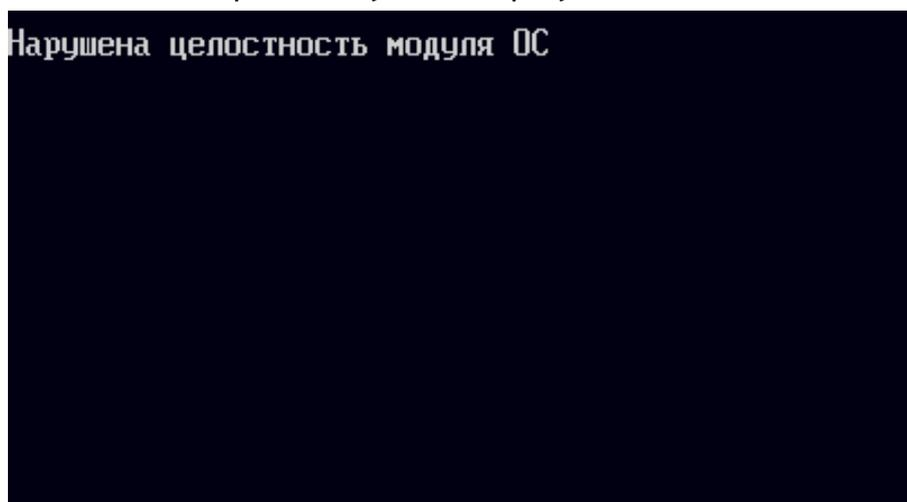

Рисунок 118 – Сообщение о нарушении целостности модуля ОС
1) Убедитесь, что при запуске профиля загрузки на экране появилось сообщение о нарушении целостности модуля ОС (см. рисунок 118) и дождитесь окончания звукового сигнала (звуковой сигнал сработает только при наличии технической возможности СВТ), после чего СВТ произведет перезагрузку;